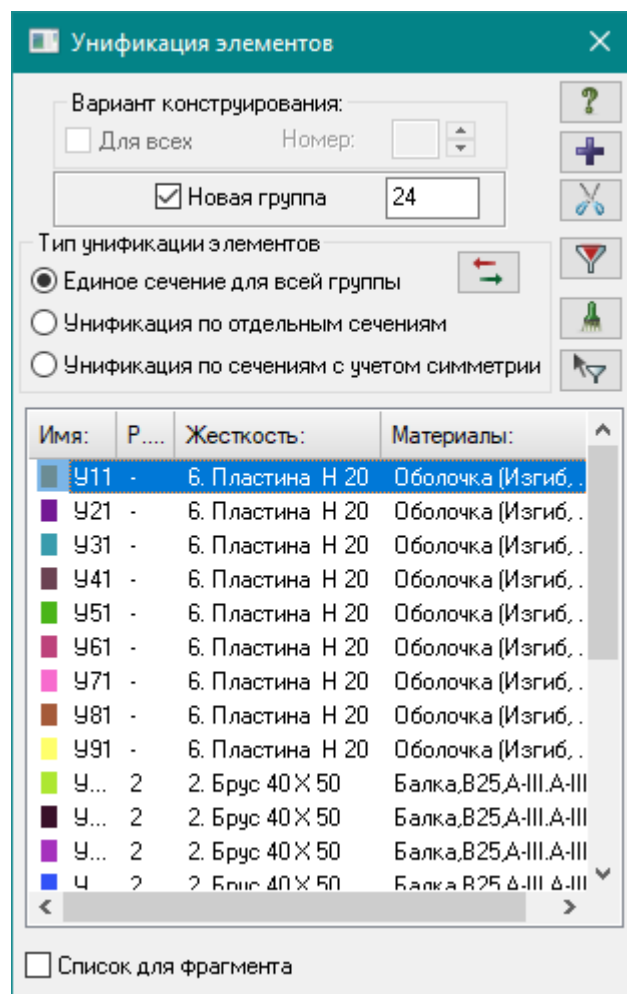

Рис.18.17. Диалоговое окно **Унификация элементов**
- Вызовите диалоговое окно **Унификация элементов** (рис.18.17) щелчком по кнопке  – **Унификация элементов** (панель **Конструирование** на вкладке **Создание и редактирование**).
- После этого в диалоговом окне **Унификация элементов** (рис.18.17) включите радио-кнопку **Единое сечение для всей группы** в поле **Тип унификации элементов** и для создания первой группы унификации щелкните по кнопке  – **Создать новую УГ или...**